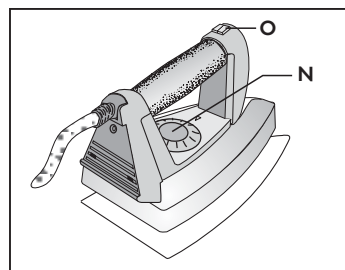

Fig. 23
- Regular el volante de la plancha (N) según el tejido. (Fig.23)
- Presionar la tecla de mando vapor (O) situado en la empuñadura de la plancha (14), para activar o desactivar la función de suministro del vapor. (Fig. 23)